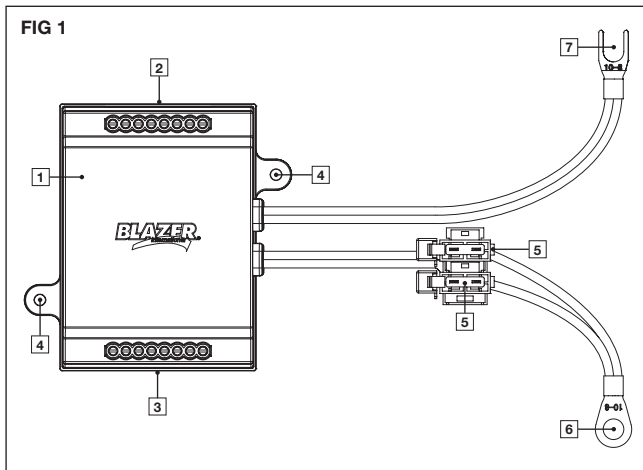

FIG 1
6. Fije las luces/equipo auxiliares siguiendo la polaridad correcta sobre las terminales y asegurándose de no exceder el amperaje máximo de los canales (amperaje indicado sobre el sistema y que está de acuerdo con el amperaje indicado sobre el control remoto para cada uno de los conjuntos de terminales). Vea **FIG 1**